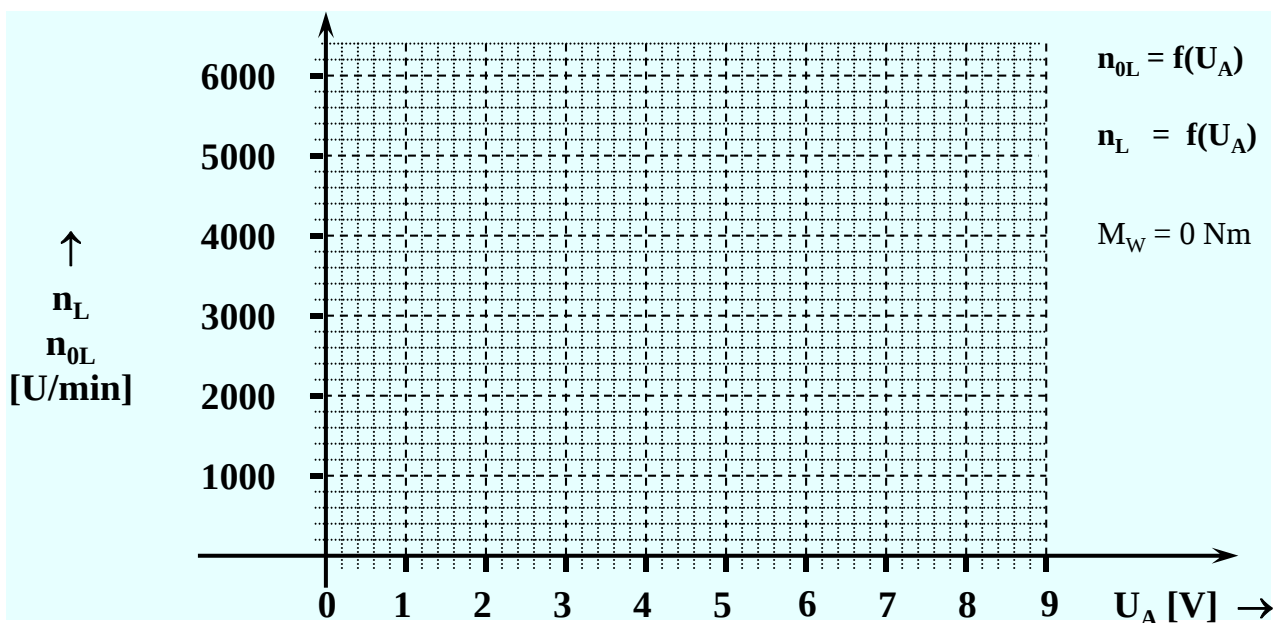

Bild 18: Leerlaufcharakteristik $n_L = f(U_A)$ und idealer Leerlauf $n_{0L} = f(U_A)$ -20-
- Ermitteln Sie für Leerlauf (S1 off) die Kennlinie $n_L = f(U_A)$ und tragen diese in Bild 18 ein!
- Skizzieren Sie in Bild 18 die theoretische Kennlinie $n_{0L} = f(U_A)$ gemäß Systemgleichung und erklären Sie den unterschiedlichen Verlauf der beiden Kennlinien!